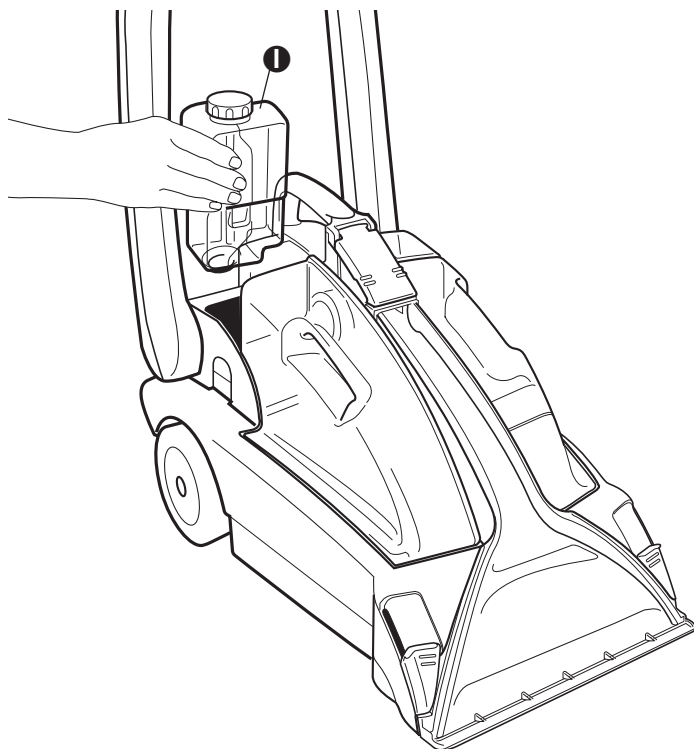

FIG. 1
Step 1: Fill Shampoo Bottle **I** (Fig. 1). If handle is folded, lift handle to operating position.
Étape 1 : Remplir la bouteille à produit nettoyant ❶ (Fig. 1). Si le manche est plié sur lui-même, relevez-le à la position en marche.
Paso 1: Llene la botella para el champú ❶ (Fig. 1). Si el mango está doblado, levántelo a la posición de operación.